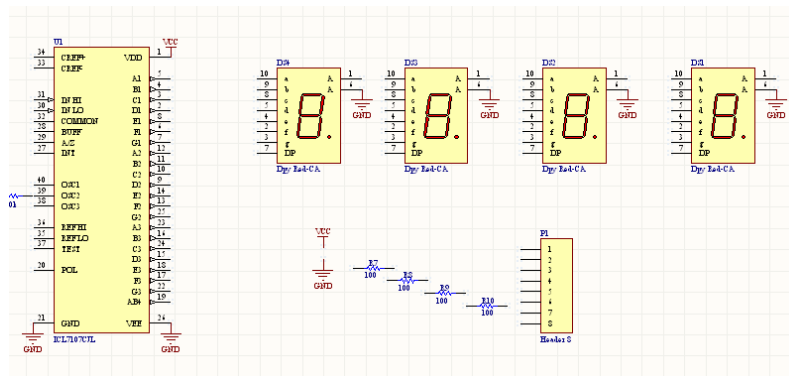

图 2.152 添加的七个电源地标志
(25)单击快捷工具栏中的添加电源工具按钮,分别在原理图中的元件“U1”的第21脚和第26脚、元件“DS1”~“DS4”的第6脚处和接头“P1”的左侧单击鼠标左键,共添加七个电源地标志,如图 2.152 所示。